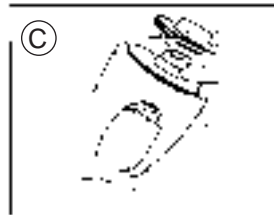

Abb. 3
**Laguna Utility Pump 4, 5, 6 und 7:** Zum Ausbau des Antriebsmagneten werden keine Werkzeuge benötigt. Antriebsmagnet einfach fest greifen und aus der Kammer herausziehen (Abb. 3).